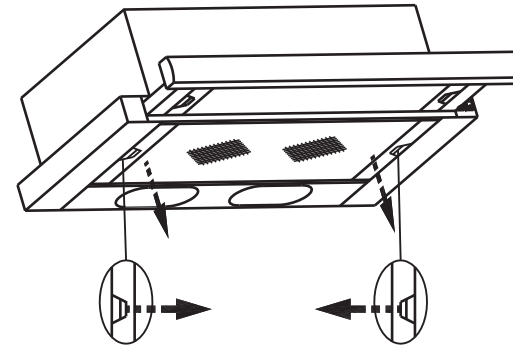

РИС. 6
8.3 Для очистки алюминиевого фильтра извлеките его из зонта (рис. 6) и произведите его очистку с помощью щетки водным раствором нейтрального моющего средства вручную или в посудомоечной машине (при 60°C). Сильно загрязненный фильтр не следует мыть в посудомоечной машине.
- снимите алюминиевый фильтр (рис. 6);
- снимите алюминиевый фильтр, для этого нажмите на пружинный замок на фильтре и потяните его вниз и на себя (рис. 6);